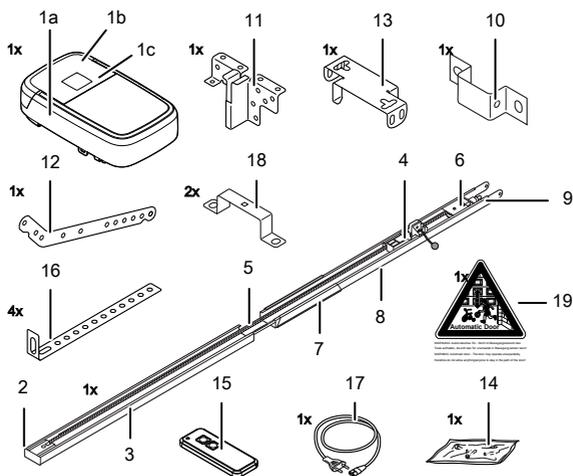

Fig. 2: Vista general del producto - piezas individuales
Monte el cabezal de accionamiento (1) en el carril (3, fig. 2), utilizando los soportes de montaje (18).